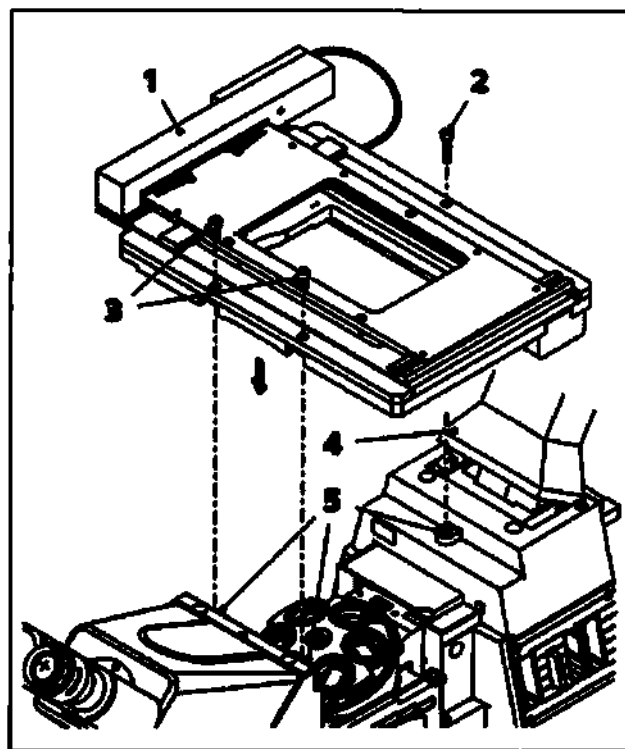

Рис. 26
- Для удобства сборки можно перевернуть держатель осветителя для работы в проходящем свете (рис. 26/4) (если установлено).
- Поместите сканирующий столик 130x100 с шаговым приводом (рис. 26/1) на три точки крепления (рис. 26/5) на штативе, установите шайбы и закрепите столик тремя винтами: два в передней части (рис. 26/3) и один в задней (рис. 26/2).